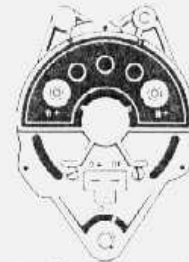

fig. 36 — alternador Bosch tipo K-1 — visto por trás
A identificação dos terminais do alternador é feita por meio de números e letras conforme ilustra a fig. 36.
1 — Soltar as porcas dos parafusos-terminais B+ e levantar a chapa dos diodos positivos (vide fig. 36).
- 7 — Desconectar o condutor D+ (vide fig. 36) e os díodos de excitação. Soltar os parafusos de fixação da mola e do porta-escovas. Remover o porta-escovas.